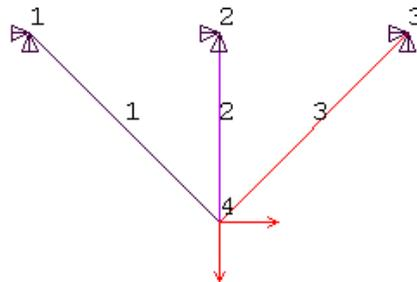

图12.30 施加约束条件
(11) 下面施加约束和荷载。单击 **Main Menu>Solution>Define Loads>Apply>Structural>Displacement>On Nodes** 菜单, 弹出图形拾取对话框, 在图形视窗中依次选择节点 1、2 和 3, 单击【OK】按钮, 接着弹出【Apply U,ROT on Nodes】对话框, 选择【ALL DOF】, 单击【OK】按钮。
(12) 单击 **Main Menu>Solution>Define Loads>Apply>Structural>Force/Moment>On Nodes** 菜单, 在图形视窗中选择节点 4, 单击【OK】按钮, 弹出【Apply F/M on Nodes】对话框, 在【Direction of force/mom】下拉列表框中选择【FX】, 在【Force/moment value】文本框中输入【200000】, 然后单击【Apply】按钮。
(13) 接着在【Direction of force/mom】下拉列表框中选择【FY】, 在【Force/moment value】文本框中输入【-200000】, 然后单击【OK】按钮。如图 12.30 所示。